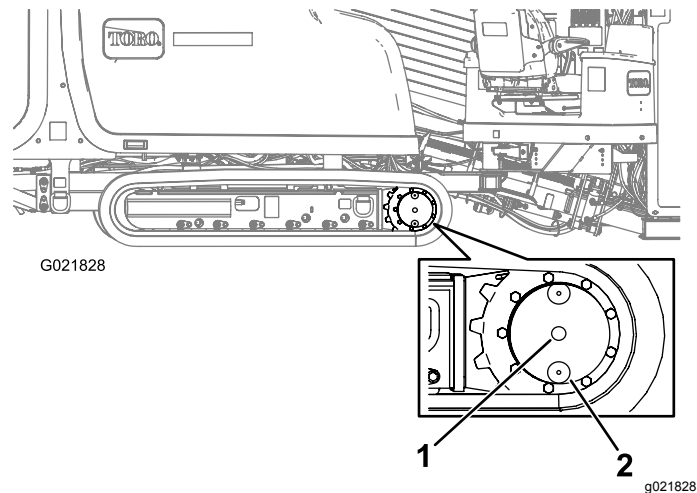

Figure 103
2. Nettoyez la surface autour du bouchon de contrôle du niveau d'huile avec un solvant de nettoyage (Figure 103).
3. Enlevez le bouchon de contrôle du niveau d'huile (Figure 103).
2. Nettoyez la surface autour du bouchon de contrôle de niveau d'huile (Figure 103).
3. Faites tourner le train planétaire jusqu'à ce que le bouchon de vidange d'huile se trouve juste sous le bouchon de contrôle de niveau d'huile (Figure 103).